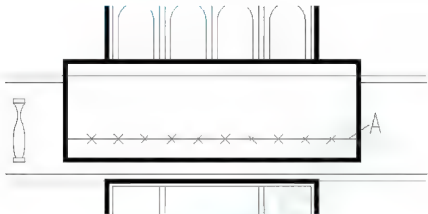

图 4.55 用点将 A 线等分为 11 份
(1) 执行菜单栏中的【绘图】|【点】|【定数等分】命令(快捷键 DIV)。
① 在选择要定数等分的对象:提示下,选择图 4.55 所示的 A 线。
② 在输入线段数目或 [块(B)]:提示下,输入“11”,表示用点将 A 线等分为 11 份,结果如图 4.55 所示。